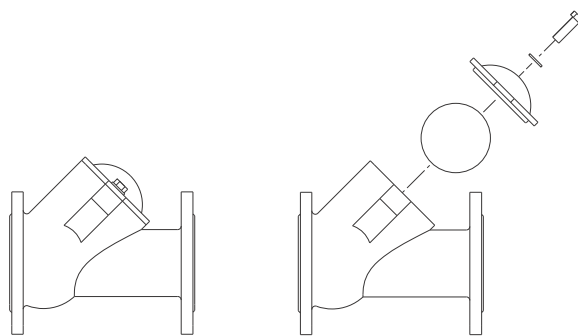

Fig. 30 Valvola di non ritorno
3. Rimuovere le due viti sulla copertura della valvola di non ritorno. Vedi fig. 30.